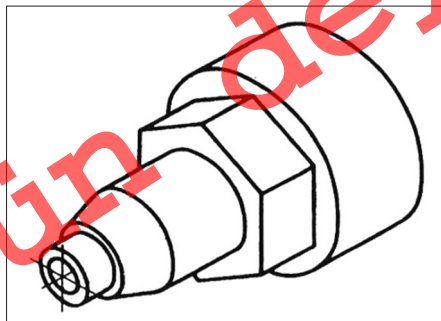

Рис. 2. Изометрическая проекция детали
6) Объединив все части, устанавливаем общую форму предмета (рис. 2). Она представляет собой сочетание цилиндров, усеченного конуса и шестиугольной призмы, расположенных на одной оси. Вдоль оси детали проходит сквозное цилиндрическое отверстие.